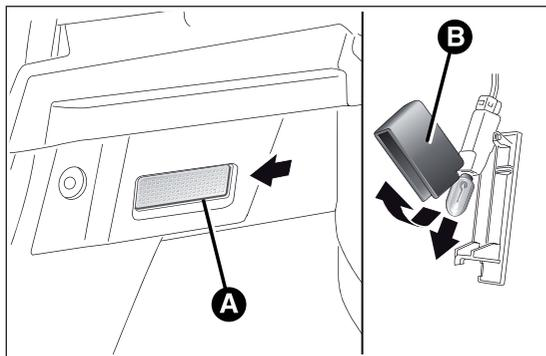

fig. 138
- ouvrir le coffre à bagages et extraire le plafonnier A fig. 138 en agissant sur le point indiqué par la flèche ;